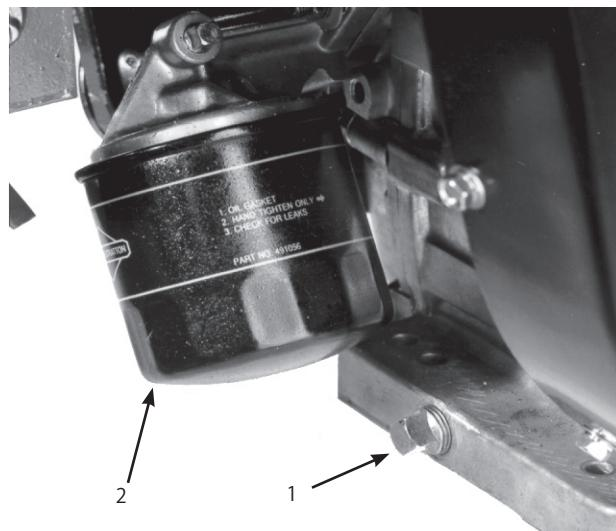

図42
1. ドレン・プラグ（図42）を外し、排出されるオイルを廃油受け容器に回収する。オイルが抜けたらドレン・プラグを取り付ける。
- 2 オイル・フィルタ（図42）を取り外す。新しいフィルタのガスケットにきれいなエンジン・オイルを薄く塗る。